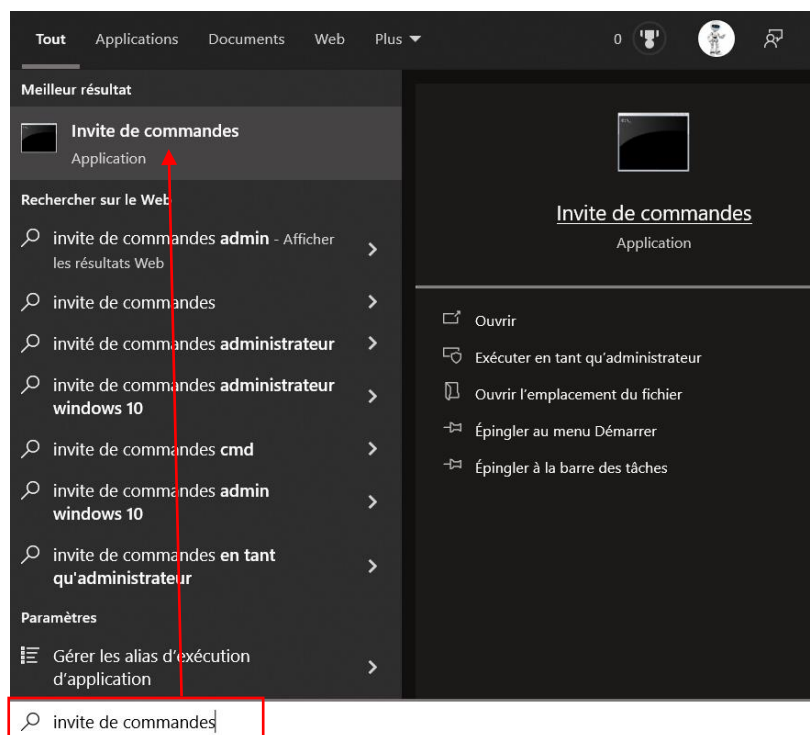

Figure 64
- Ouvrir l'invite de commandes de Windows (utiliser l'outil de recherche comme indiqué à la Figure 64).